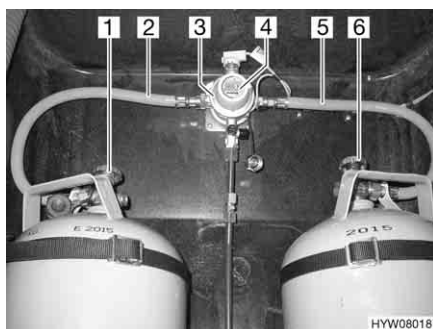
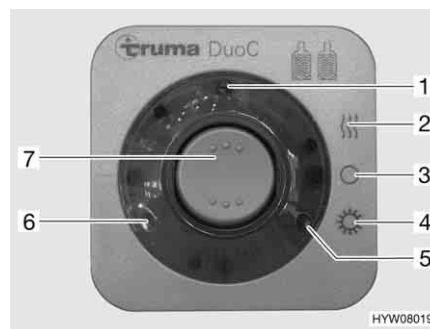

Fig. 156 Impianto di commutazione DuoControl
Fig. 157 Centralina di controllo
L'impianto di commutazione DuoControl è costituito da una valvola di commutazione (Fig. 156,3) e da una centralina di controllo (Fig. 157). La valvola di commutazione è installata tra i tubi del gas (Fig. 156,2 e 5). Con la manopola (Fig. 156,4) sulla valvola di commutazione è possibile stabilire, quale delle bombole del gas viene utilizzata come bombola in uso e quale bombola del gas viene utilizzata come bombola di riserva.
Sulla centralina di controllo (Fig. 157) possono venire azionate solo le funzioni elettriche. Le valvole principali di arresto delle bombole del gas (Fig. 156,1 e 6) devono essere aperti manualmente.
La valvola di commutazione garantisce una pressione del gas costante, indipendentemente da quale bombola provenga l'alimentazione del gas. Le due spie di controllo sulla centralina di controllo indicano il livello di riempimento della bombola in uso. Se è accesa la spia di controllo verde (Fig. 157,6), la bombola in uso è piena. Se è accesa la spia di controllo rossa (Fig. 157,5), la bombola in uso è vuota. Il rifornimento di gas avviene poi tramite la bombola di riserva.
- Aprire le valvole principali di arresto delle bombole del gas (Fig. 156,1 e 6).
- Con la manopola (Fig. 156,4) sulla valvola di commutazione (Fig. 156,3) selezionare la bombola del gas, da cui proviene la principale alimentazione del gas (bombola in uso).
- Sulla centralina di controllo (Fig. 157) attivare l'impianto di commutazione DuoControl.
Posizionare l'interruttore a bilico (Fig. 157,7) su funzionamento invernale "On e riscaldamento" (Fig. 157,2) oppure su funzionamento estivo "On" (Fig. 157,4). La valvola di commutazione è ora disareata. La spia di controllo gialla (Fig. 157,1) è accesa, se si seleziona la modalità di funzionamento invernale e l'impianto antighiaccio con regolatore è attivato.
- Portare l'interruttore a bilico (Fig. 157,7) in posizione "O" (Fig. 157,3). La spia gialla di controllo (Fig. 157,1) si spegne.
- Chiudere le valvole principali di arresto delle bombole del gas (Fig. 156,1 e 6).
Le spie di controllo sulla centralina di controllo (Fig. 157,5 e 6) segnalano all'interno del veicolo, se la bombola in uso è pronta al funzionamento.
Se la spia di controllo verde (Fig. 157,6) si spegne durante il funzionamento e la spia di controllo rossa (Fig. 157,5) si accende, significa che la bombola del gas selezionata come bombola in uso è vuota e deve essere sostituita. La bombola di riserva continua ad alimentare le utenze a gas.